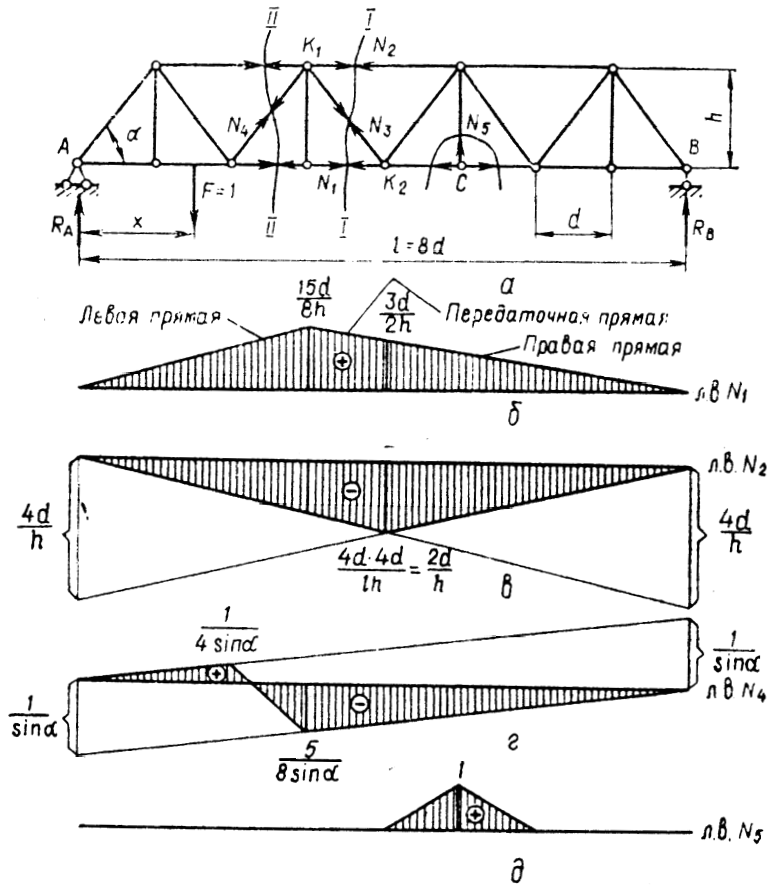

Рис.10
Покажем построение линии влияния усилия  $N_I$  в ферме, приведенной на рис.10, а.
Учитывая узловую передачу нагрузки, получаем левую прямую (рис.10, б) до разрезанной панели грузового пояса ( $0 \leq x \leq 2d$ ).
Этому выражению соответствует правая прямая на рис.10, б.
Умножая ординаты линии влияния  $R_B$  на  $-\frac{4d}{h}$ , получаем левую прямую (рис.10, в). Правая прямая может быть проведена из условия, что она пересекается с левой прямой под моментной точкой  $K_2$ .
Усилие  $N_4$  в раскосе определяется способом проекций. Воспользовавшись соотношением (4), получаем его линию влияния как линию влияния  $Q_{II}^0$ , взятую с множителем  $-\frac{I}{\sin \alpha}$  (рис.10, з). Разумеется, эта линия влияния в пределах разрезанной сечением II-II панели имеет передаточную прямую.
Для определения усилия  $N_5$  рационально вырезать узел С. Если единичный груз находится в этом узле, то  $N_5 = F = I$  и, если нет,  $N_5 = 0$ . С учетом узловой передачи нагрузки получаем линию влияния  $N_5$  (рис.10, д).